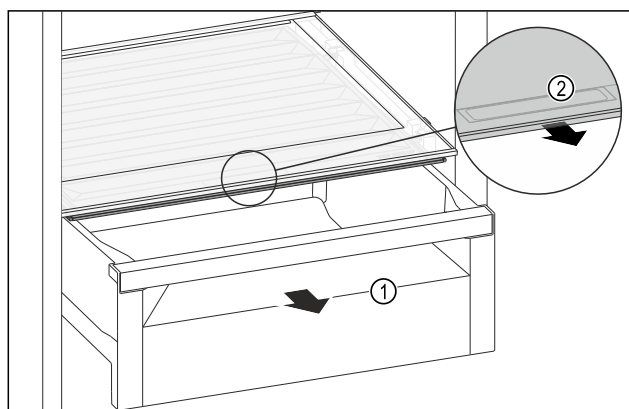

Fig. 155
- ▶ Trekk ut skuffen Fig. 155 (1).
- ▶ Ta tak i det innfelte grepet Fig. 155 (2) på lokket, og trekk samtidig lokket forover.